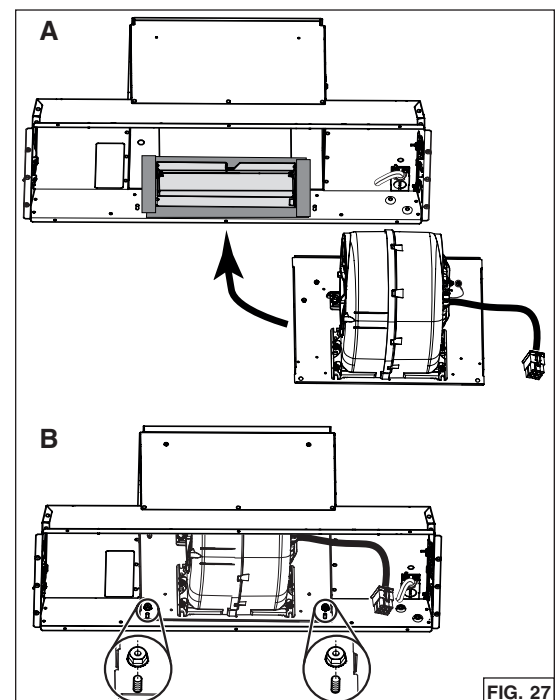

FIG. 27
5. Inserte el ventilador y su placa al interior de la campana, dónde estaba la placa trasera (A). Fije la placa a la campana usando las 2 tuercas retiradas previamente al paso 7 en la página 9 (B) (FIG. 27).